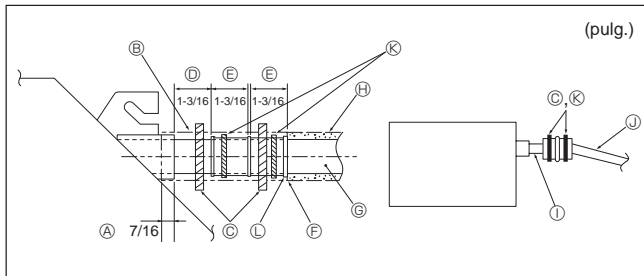

Fig. 5-6
- ① O.D.  $\varnothing 38$  mm, 1-1/2 pulg. TUBO PVC para agrupación de tuberías. (9 mm, 3/8 pulg. o mayor aislamiento)
1. Conecte el tubo de desagüe (suministrado con la unidad) al orificio de desagüe. (Fig. 5-6)